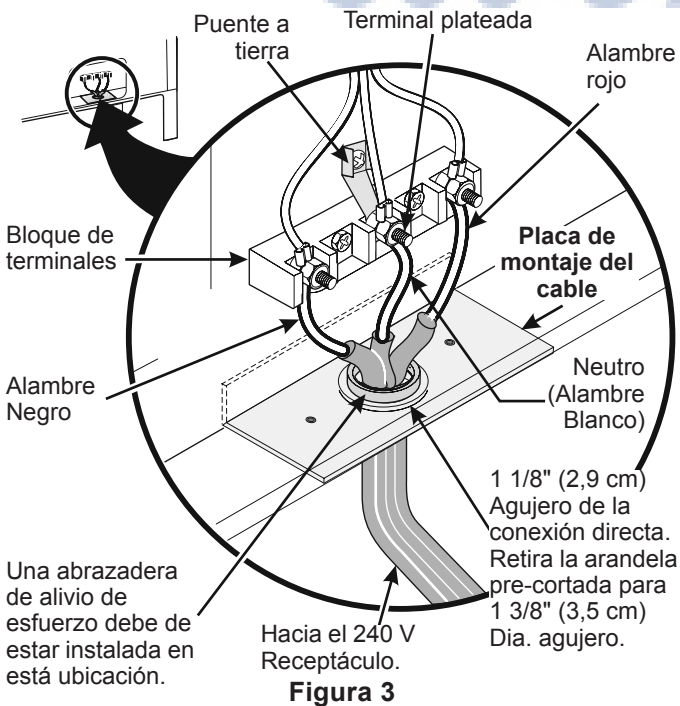

Figura 3
NOTA: La cocina corrediza eléctrica viene de fábrica con un agujero de diámetro 1 1/8" (2,9 cm) como se muestra en la figura 3. Si un agujero mas grande es necesario retire la arandela pre-cortada.
Si los códigos locales permiten la conexión del conductor a tierra del armazón al alambre neutral del cable de bronce del suministro eléctrico (vea figura 3).
2. Utilizar los tuercas suministraron en el paquete de la literatura para conectar la parte neutral del cable de bronce de suministro eléctrico a la terminal plateada que se encuentra al centro del bloque de terminales y, conectar los otros alambres a las terminales externas. Una los alambres y las terminales según el color (alambres rojos conectados a la terminal derecha, alambres negros conectados a la terminal izquierda) (vea figura 3).